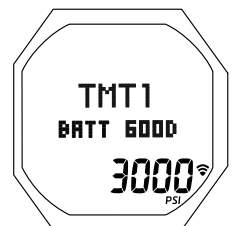

Fig. 60 - ÉTAT DE LA PILE DE L'ÉMETTEUR
**ÉTAT DE LA PILE DES ÉMETTEURS** : paramètres affichés (Fig. 60)